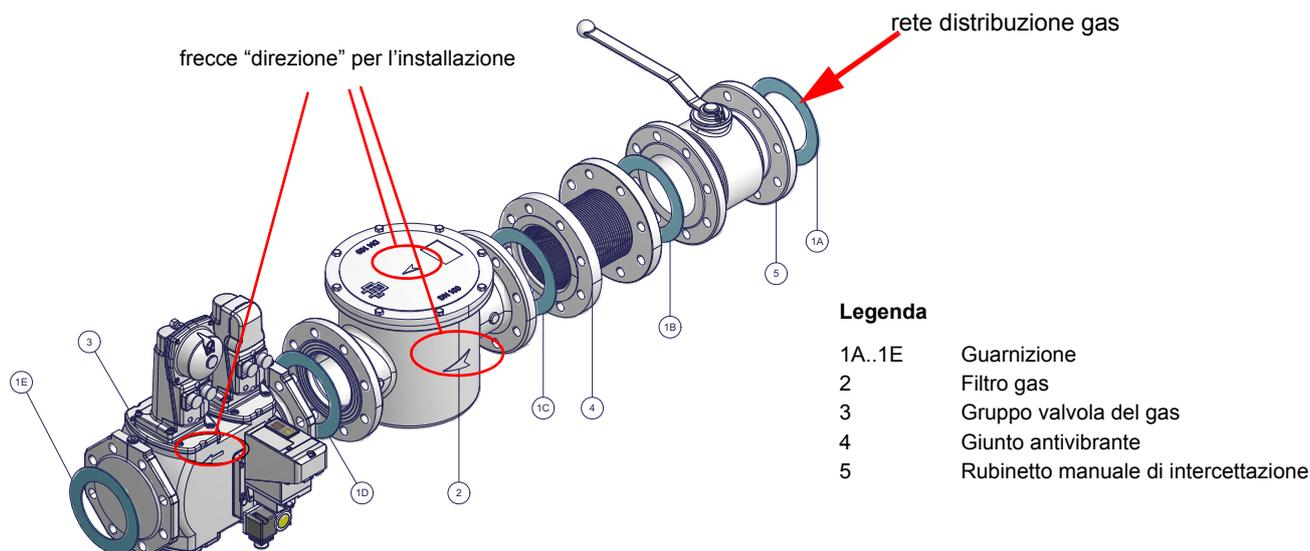

Fig. 4 - Esempio di rampa gas
- 1-b) nel caso di giunti flangiati: interporre tra un componente e l'altro, una guarnizione (n. 1A..E-Fig. 4) compatibile con il gas utilizzato,
**ATTENZIONE:** una volta montata la rampa secondo lo schema riportato in Fig. 4, deve essere effettuata la prova di tenuta del circuito gas, secondo le modalità previste dalla normativa vigente.